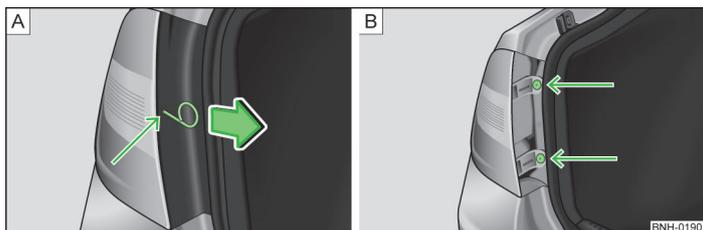

Fig. 177 Desmontar la cubierta/lámpara
- Meter el estribo para sacar los tapacubos integrales » página 191, *Equipo de herramientas a bordo* en el orificio del lugar indicado con la flecha » fig. 177 - [A].
- Retirar la cubierta en el sentido de la flecha » fig. 177 - [A].
- Destornillar la lámpara con el destornillador del equipo de herramientas a bordo » fig. 177 - [B].